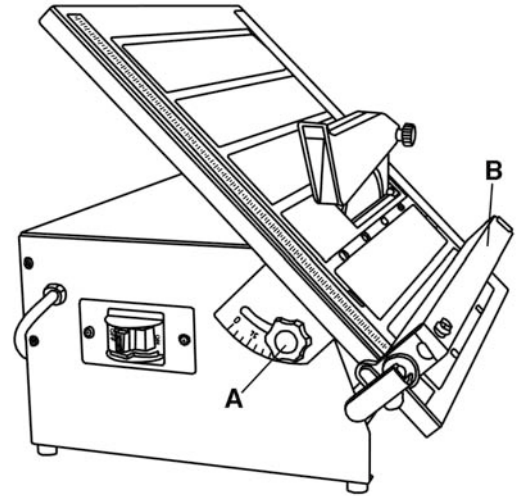

FIGURE 8
Pour des coupes en onglet, desserrez les deux boutons de verrouillage (A) Fig.8 (seulement un bouton de verrouillage est montré, le deuxième est à l'arrière de la machine) et inclinez la table à l'angle désiré, vous pouvez choisir soit 15°, 30° ou 45°. Resserrez les deux boutons de verrouillage (A) pour maintenir la table en place. Installez et placez le guide à refendre (B) du côté droit de la table, ensuite placez votre tuile avec la face vers le bas sur la table, maintenant vous êtes prêt à effectuer la coupe.